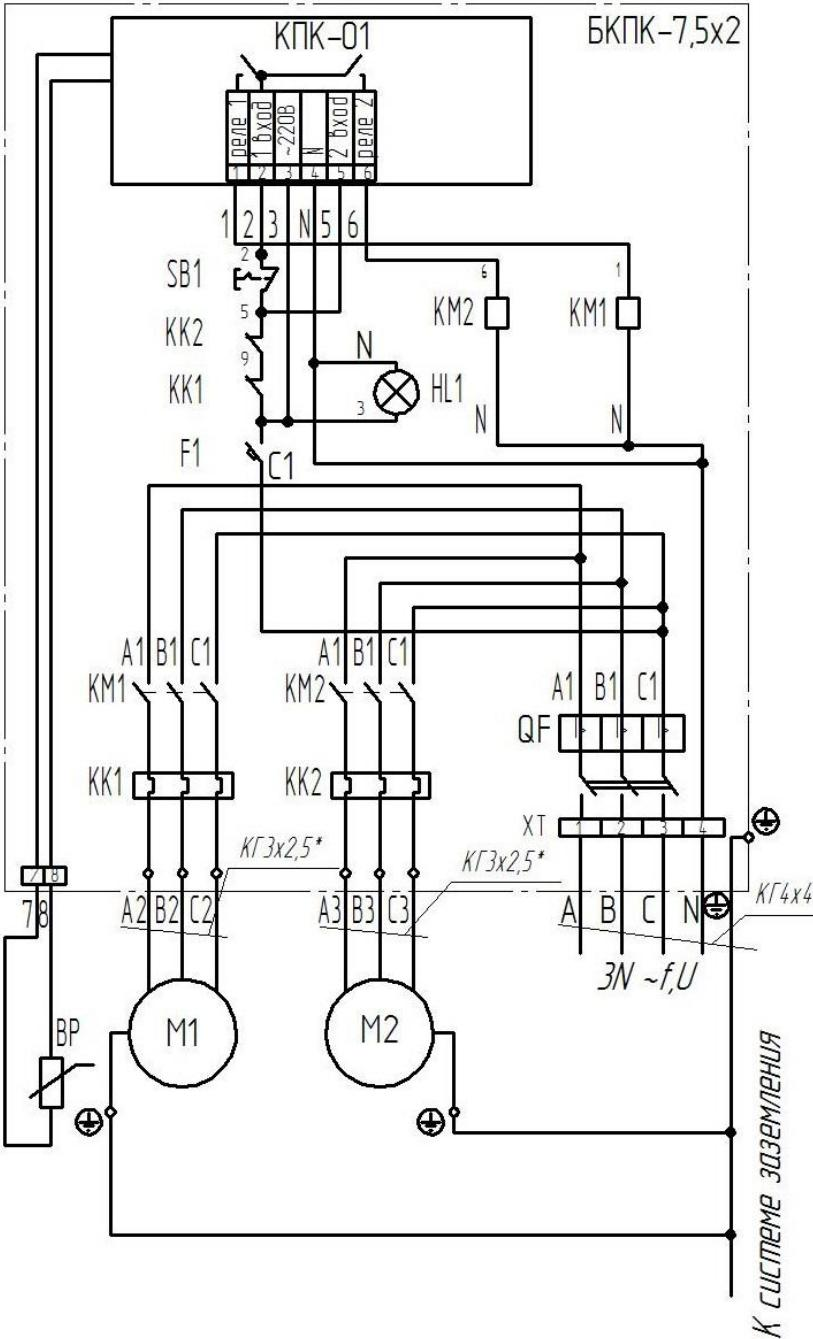

Рисунок 3 – Схема электрическая принципиальная
6.8 Разводку подводящих проводов необходимо произвести в соответствии с требованиями «Правил технической эксплуатации электроустановок потребителям», согласно схеме электрической принципиальной и соединений компрессорной установки K20M (рис.3).
7.1.1 Убедиться в правильности подключения шкафа согласно схеме электрической принципиальной и соединений (рисунок 3).